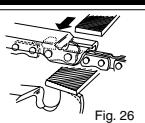

Fig. 26
**ATENCIÓN:** Una cadena afilada genera virutas de óptima conformación. Si la cadena produce serrín, se ha de afilar. Transcurridas 3-4 veces tras el afilado de las cuchillas, habrá de comprobarse la longitud de las entalladuras y agrandarlas, si es necesario, mediante una lima plana y la plantilla que se suministra de forma opcional, redondeando a continuación la esquina delantera (Fig. 26).